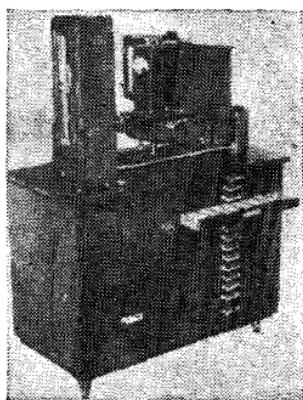

Рис. 52. Фотонаборная установка ФНО
**9.15. Фотонаборная установка ФНО** (рис. 52) предназначена для набора и построчного фотографирования текстов обложек, титульных листов, заголовков и надписей шрифтами различных очертаний и получения позитивных копий на фотобумагах и диапозитивов на фотопленках. Установка оснащена набором шрифтов различных гарнитур. Наводка на резкость производится автоматически, набор текста производится вручную негативными фотолитерами.